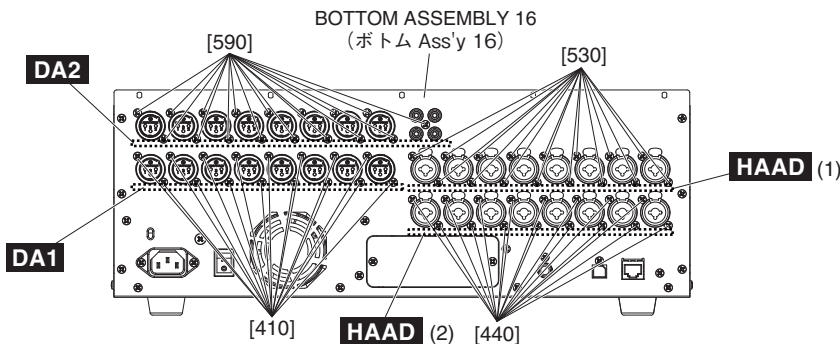

Fig. 6 (図 6)
- A-1-3 Remove the seventeen (17) screws marked [590] and two (2) screws marked [600]. The DA2 circuit board can then be removed. (Fig. 6)
* **When installing the DA2 circuit board, partially tighten the screws marked [600], then fully tighten the screws marked [590] followed by the screws marked [600]. (Fig. 6)**
- A-1-3 [590] のネジ 17 本と [600] のネジ 2 本を外して、DA2 シートを外します。(図 6)
※ DA2 シートを取り付ける際は、[600] のネジを仮締めをした後、[590] のネジを本締めしてから [600] のネジを本締めしてください。(図 6)
- A-2-4 Remove the sixteen (16) screws marked [410] and two (2) hexagonal spacers marked [420]. The DA1 circuit board can then be removed. (Fig. 6)
- * **When installing the DA1 circuit board, partially tighten the hexagonal spacers marked [420], then fully tighten the screws marked [410] followed by the hexagonal spacers marked [420]. (Fig. 6)**
- A-3-4-1 Remove the sixteen (16) screws marked [530] and two (2) screws marked [540]. The HAAD (1) circuit board can then be removed. (Fig. 6)
- * **When installing the HAAD (1) circuit board, partially tighten the screws marked [540], then fully tighten the screws marked [530] followed by the screws marked [540]. (Fig. 6)**
- A-3-5 **HAAD (2) Circuit Board**
- A-3-5-1 Remove the HAAD (1) circuit board. (See procedure A-3-4)
- A-3-5-2 Remove the sixteen (16) screws marked [440], the hexagonal spacer marked [460A] and the hexagonal spacer marked [460B]. The HAAD (2) circuit board can then be removed. (Fig. 6)
- * **When installing the HAAD (2) circuit board, partially tighten the hexagonal spacers marked [460A] and [460B], then fully tighten the screws marked [440] followed by the hexagonal spacers marked [460A] and [460B]. (Fig. 6)**
- * **The circuit boards from HAAD (1) – HAAD (2) are used for the following channels:**
- HAAD (1) circuit board: INPUT CH 1 – 8
- HAAD (2) circuit board: INPUT CH 9 – 16
- A-2-4 [410] のネジ 16 本と [420] の 6 角スペーサ 2 本を外して、DA1 シートを外します。(図 6)
- ※ DA1 シートを取り付ける際は、[420] の 6 角スペーサを仮締めをした後、[410] のネジを本締めしてから [420] の 6 角スペーサを本締めしてください。(図 6)
- A-3-4 **HAAD (1) シート (所要時間: 約 11 分)**
- A-3-4-1 [530] のネジ 16 本と [540] のネジ 2 本を外して、HAAD (1) シートを外します。(図 6)
- ※ HAAD (1) シートを取り付ける際は、[540] のネジを仮締めをした後、[530] のネジを本締めしてから [540] のネジを本締めしてください。(図 6)
- A-3-5 **HAAD (2) シート (所要時間: 約 14 分)**
- A-3-5-1 HAAD (1) シートを外します。(A-3-4 項参照)
- A-3-5-2 [440] のネジ 16 本と [460A] の 6 角スペーサ 1 本と [460B] の 6 角スペーサ 1 本を外して、HAAD (2) シートを外します。(図 6)
- ※ HAAD (2) シートを取り付ける際は、[460A] と [460B] の 6 角スペーサを仮締めをした後、[440] のネジを本締めしてから [460A] と [460B] の 6 角スペーサを本締めしてください。(図 6)
- ※ HAAD (1) シート ~ HAAD (2) シートは、以下のチャンネルで使用されています。
- HAAD (1) シート: INPUT CH 1 ~ 8
- HAAD (2) シート: INPUT CH 9 ~ 16
- A-5-6 Remove the screw marked [390] and the hexagonal spacer marked [460B]. The support angle can then be removed. (Fig. 6, Fig. 7)